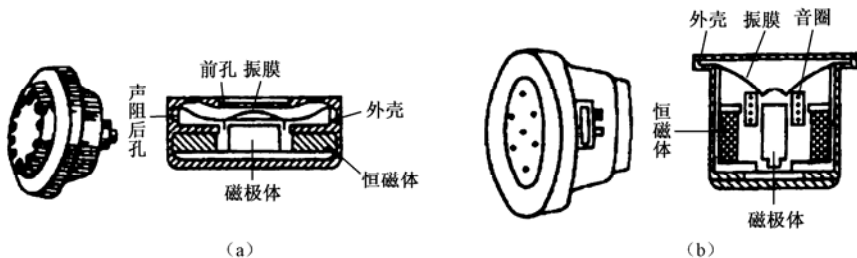

图 1-1-9 动圈式送话器结构图
动圈式送话器是电话机所用的各种送话器中综合评估性能最好,且最有发展前途的一种声电转换器件。它有以下几个优点:①动圈式送、受话器完全摆脱了频响和灵敏度受角度或位置的影响,频响曲线较光滑、平坦,音质好;②整个语音传输频带(300~3 400Hz)内,基本为纯电阻性,几乎与频率无关;③振膜和音圈系统重量轻、坚固,能经受机械应力和声冲击,不怕振动,工作稳定可靠且寿命长。如图 1-1-9 所示为两种结构形式的动圈式送话器结构图。